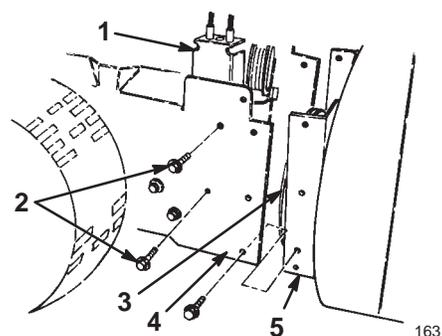

Bild 2
1. Nehmen Sie die beiden Bundbolzen ab, mit denen die Spannscheibengruppe am Motorrahmen befestigt ist, und nehmen Sie die Spannscheibengruppe ab (Bild 2).
2. Richten Sie die Öffnungen im Gehäuse von Schnecke/Gebläserad auf die Öffnungen im Motorrahmen aus (Bild 2).
3. Legen Sie den Antriebsriemen für Schnecke/Gebläserad um die Gebläserad-Riemenscheibe (Bild 2).
5. Installieren Sie die Spannscheibengruppe, wobei die Spannscheiben auf die Antriebsriemen ausgerichtet werden müssen (Bild 2 und 31).